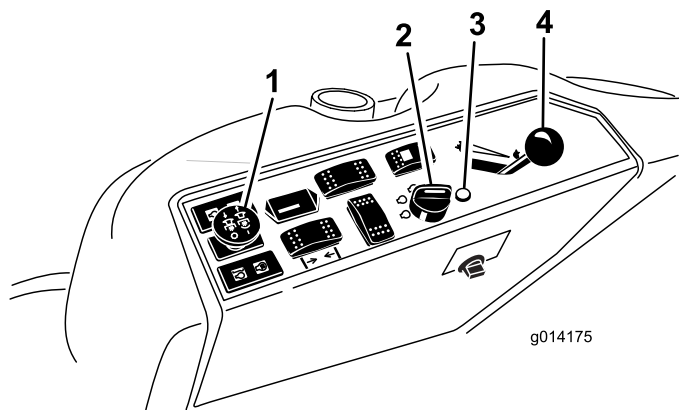

図 11
4. PTO スイッチをOFF 位置とする (図 11)。
5. スロットルレバーを Fast と Slow の中間にセットする図 11。